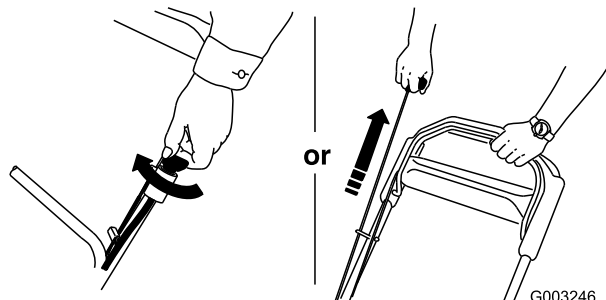

Figura 20
3. Per avviare il motore, servirsi della chiave di accensione (solo modello 20796) o dell'avviatore autoavvolgente (Figura 20).